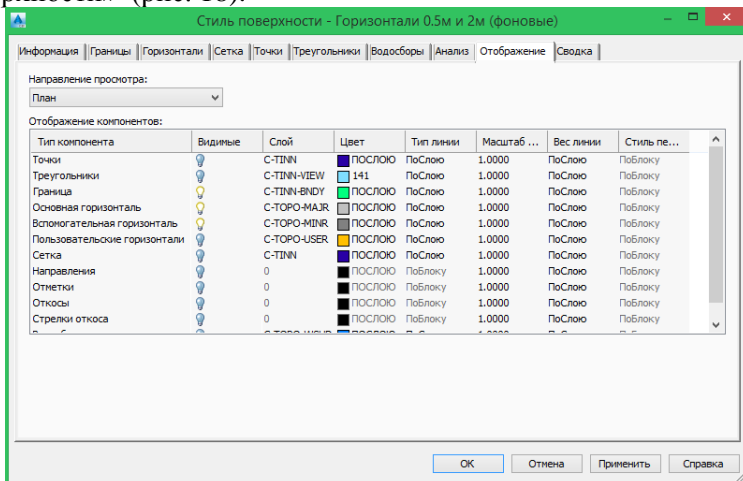

Рис. 18. Окно «Стиль поверхности»
10. Для редактирования стиля поверхности щелкнуть правой кнопкой мыши по ее названию и выбрать строку «Редактировать стиль поверхности», в результате чего станет доступно окно «Стиль поверхности» (рис. 18).